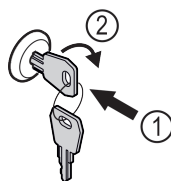

Fig. 191
- Klíč zasuněte dovnitř. Fig. 191 (1)
- Otáčejte klíčem o 90° ve směru hodinových ručiček. Fig. 191 (2)